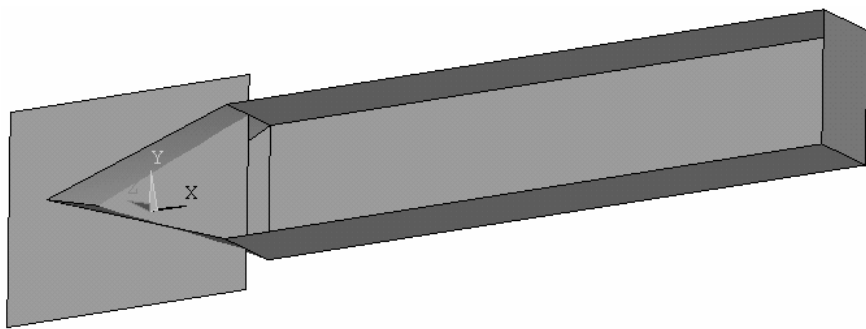

图 9-6 建立一块板
(8) 建立一块方板 (见图 9-6), 它的关键点为  $(10, -8, 3)$   $(10, 8, 3)$   $(-10, 8, 3)$   $(-10, -8, 3)$ 。